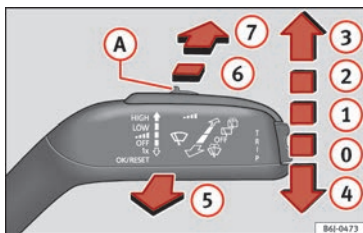

Abb. 24
| 1 | | Intervallwischen für die Frontscheibe. Mit Schalter » Abb. 24 (A) Intervallstufen (Fahrzeuge ohne Regensensor) oder Empfindlichkeit des Regensensors einstellen. |